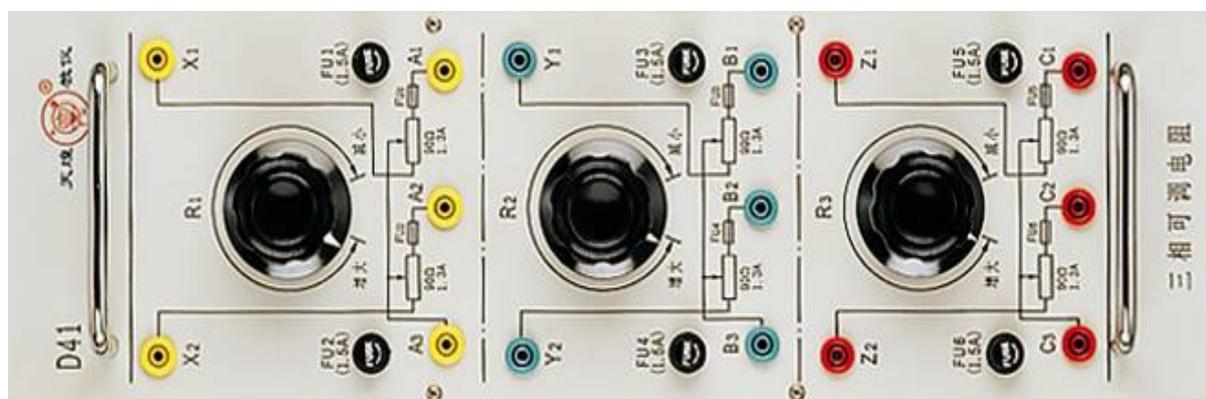

图4 三相可调电阻
③ 加负载：【PEI13-1型两电平整流及采样模块】直流输出【P】接电阻箱【A1】，直流输出电阻箱【N】接【C2】，将电阻箱的【A2】接【B1】、【B2】接【C1】，电阻【R1】、【R2】、【R3】调到最大（逆时针旋转到底），其中【D41型三相可调电阻箱】见图4。